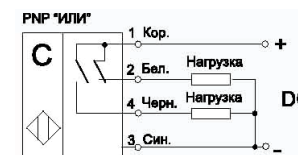

Рисунок 2 - Схема подключения
3.10. Выключатели подсоединяются по 4-х проводной схеме (рис. 2). Соответствие выводов и схема подключения маркированы на корпусе каждого выключателя.